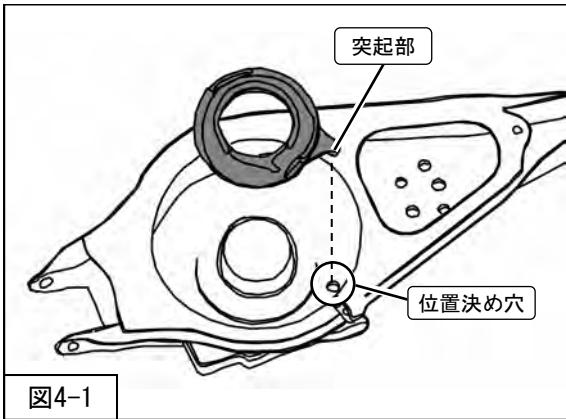

図4-1
1. リアコイルスプリングインシュレータの突起部がロアアームの位置決め穴に確実に挿入されていることを確認してください。(図4-1)
※図4-1は左側の場合を表しています。